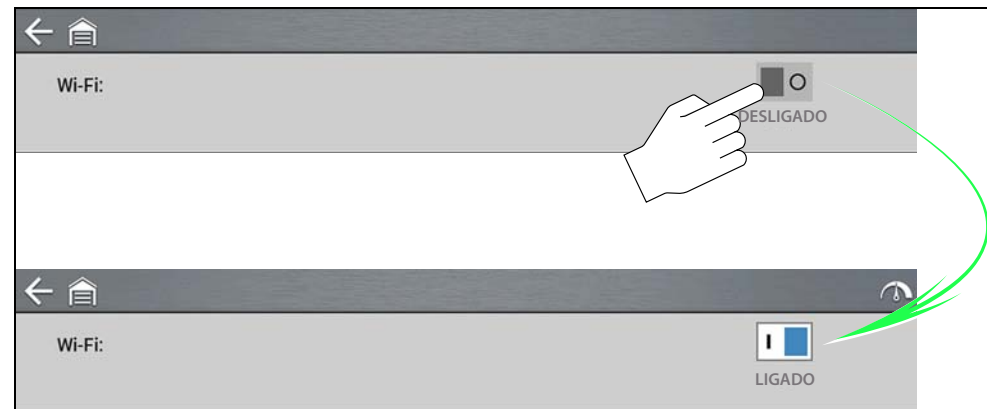

Figura 10-1
1. Para ativar/desativar o Wi-Fi, selecione o ícone **Ligar Wi-Fi** (Figura 10-1).